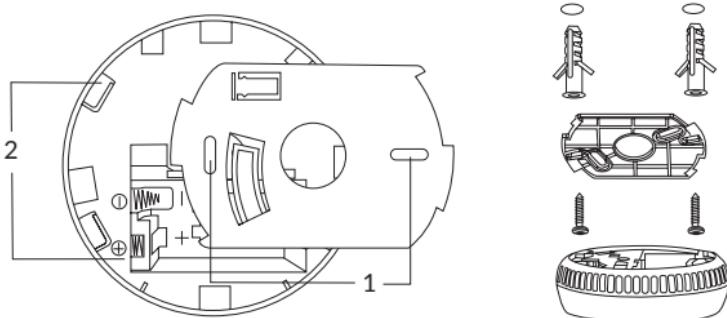

Fig. 9
6.5. Per installare il dispositivo, è necessario fissare la base al soffitto. Per farlo, individuare il punto di installazione, forare i fori per i tasselli e fissare la base utilizzando le viti fornite nel kit. Successivamente, fissare il corpo del dispositivo alla base, inserendo i due ganci caratteristici situati sul perimetro della base (fig. 9) nei due fori allungati presenti sul corpo del dispositivo (fig. 9). L'ultimo passaggio consiste nel ruotare il corpo in senso orario.